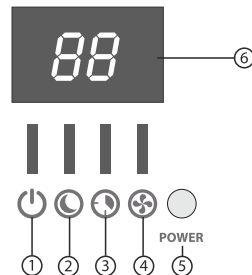

Рис. 2
Если пульт дистанционного управления утерян или его нельзя использовать в данный момент, вы можете использовать кнопку управления кондиционером «Power», которая находится на передней панели управления (см. Рис. 2)
- На панели управления кондиционера присутствует дисплей, который показывает заданную и текущую температуру, а также индикаторы\*\*, отображающие режимы и параметры работы: электропитание, ночной режим, температура, таймер, работа компрессора (см. Рис. 2).
Панель управления (Рис. 2)